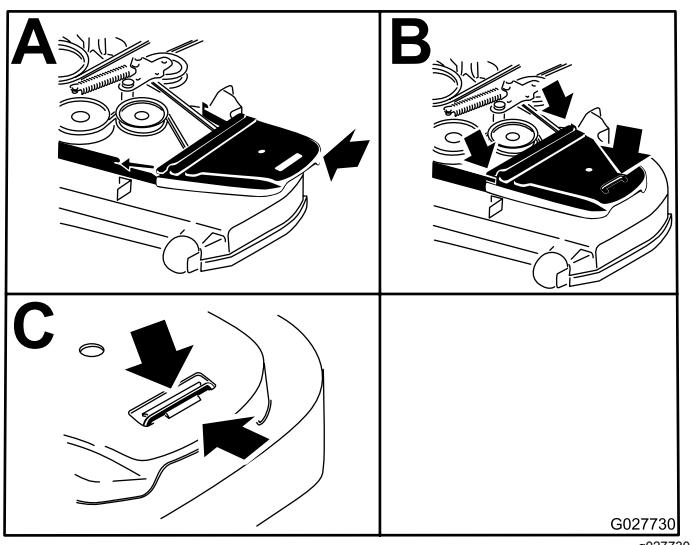

Figure 60
9. Reposez les protège-courroies (Figure 60).